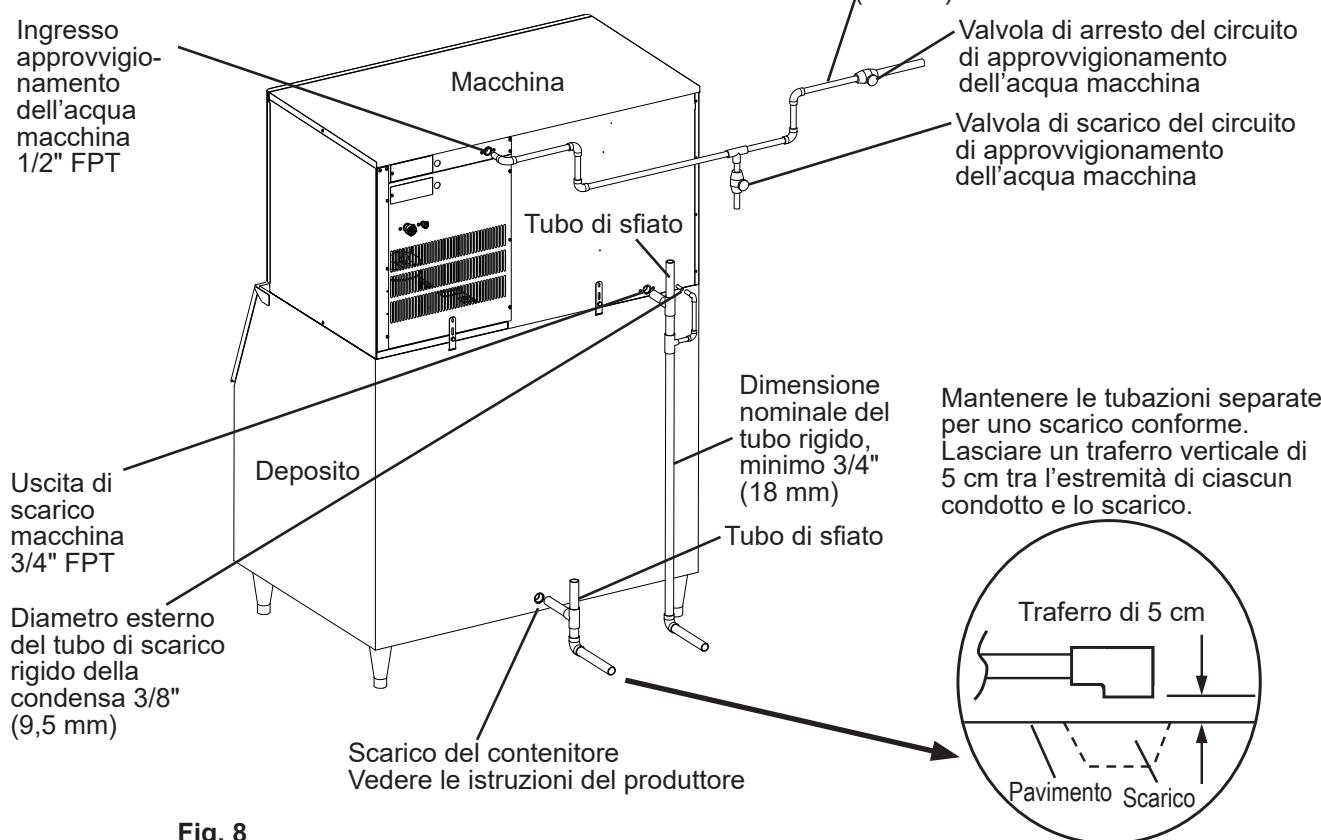

Fig. 8
G. Collegamento approvvigionamento dell'acqua e scarico Vedere Fig. 8.